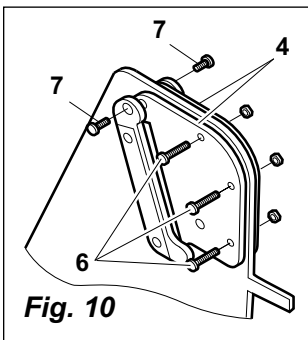

Fig. 10
- Les deux plaques de support 4 doivent être fixées au bloc centrale à l'aide de 3 vis hexagonales 6 M6 x 25 mm et écrous hexagonaux M6 ainsi qu'à l'aide de 2 vis hexagonales 7 M8 x 10 mm, voir **fig. 10**.